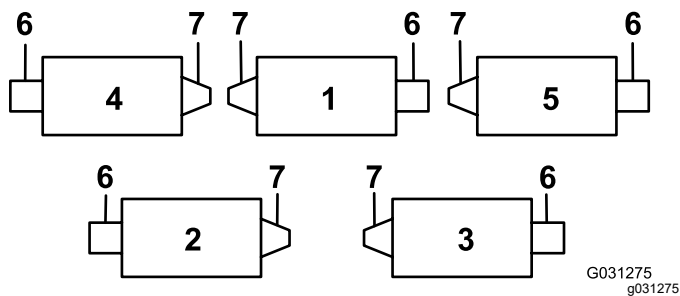

Рисунок 12
**Внимание:** На режущих блоках № 4 (левом переднем) и № 5 (правом переднем) прикрепите направляющие шлангов к передней части выступов режущих блоков с помощью крепежных гаек кронштейна штока. Направляющие шлангов должны быть наклонены в сторону центрального режущего блока (**Рисунок 12 – Рисунок 14**).
7. Чтобы повысить управляемость задних режущих блоков, снимите 2 проставки оси поворота, винты с внутренним шестигранником и фланцевые контргайки (Рисунок 15) с несущих рам задних режущих блоков (режущие блоки 2 и 3); см. Рисунок 12.